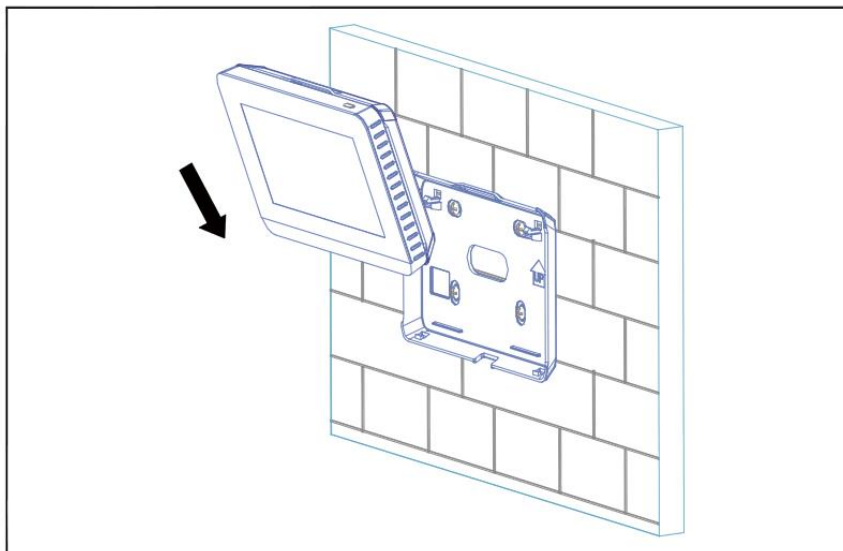

Figura 5: Introducción del mando en la tapa trasera
3.1.4 Inserte el mando central oblicuamente en los dos pequeños soportes en la parte inferior de la tapa trasera, como se muestra en la figura 5.